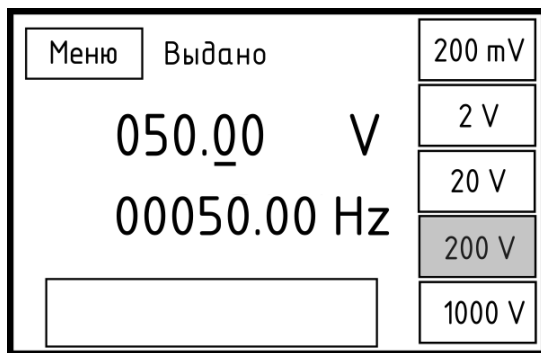

Рисунок 3.6 – Воспроизведение напряжения переменного тока
- для выдачи воспроизводимого сигнала на выходные клеммы калибратора нажать кнопку «ПУСК/СТОП». При этом в первой строке дисплея после надписи «Ждите» появится надпись «Выдано» (рисунок 3.6).